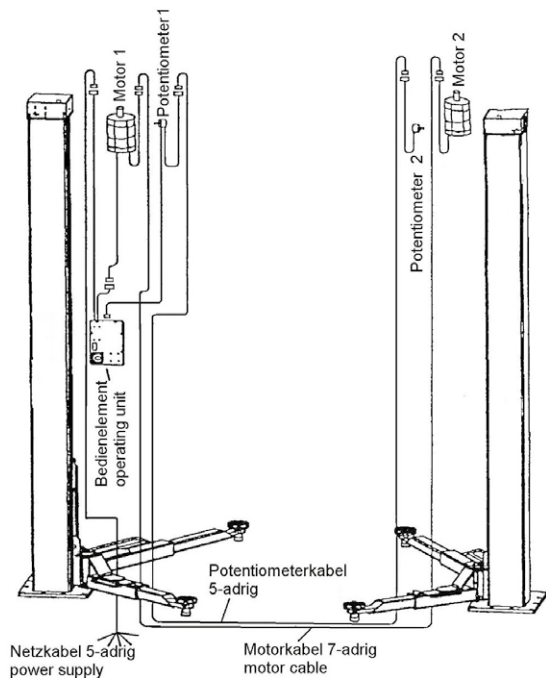

Bild 24: Kabelverlauf ohne Verwendung von Steig- und Querrohr
- Die Kabel sind gemäß der Zeichnung (Bild 24) zu verbinden.